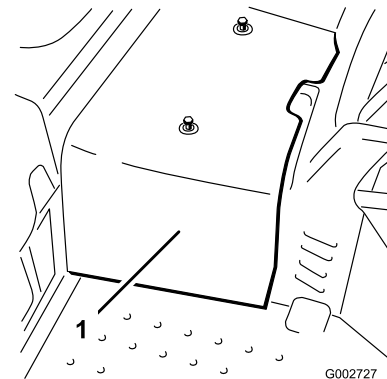

Bild 40
- Lösen Sie die zwei Schrauben, mit denen die mittlere Abdeckung an der Maschine befestigt ist, und nehmen Sie die Haube ab (Bild 40).